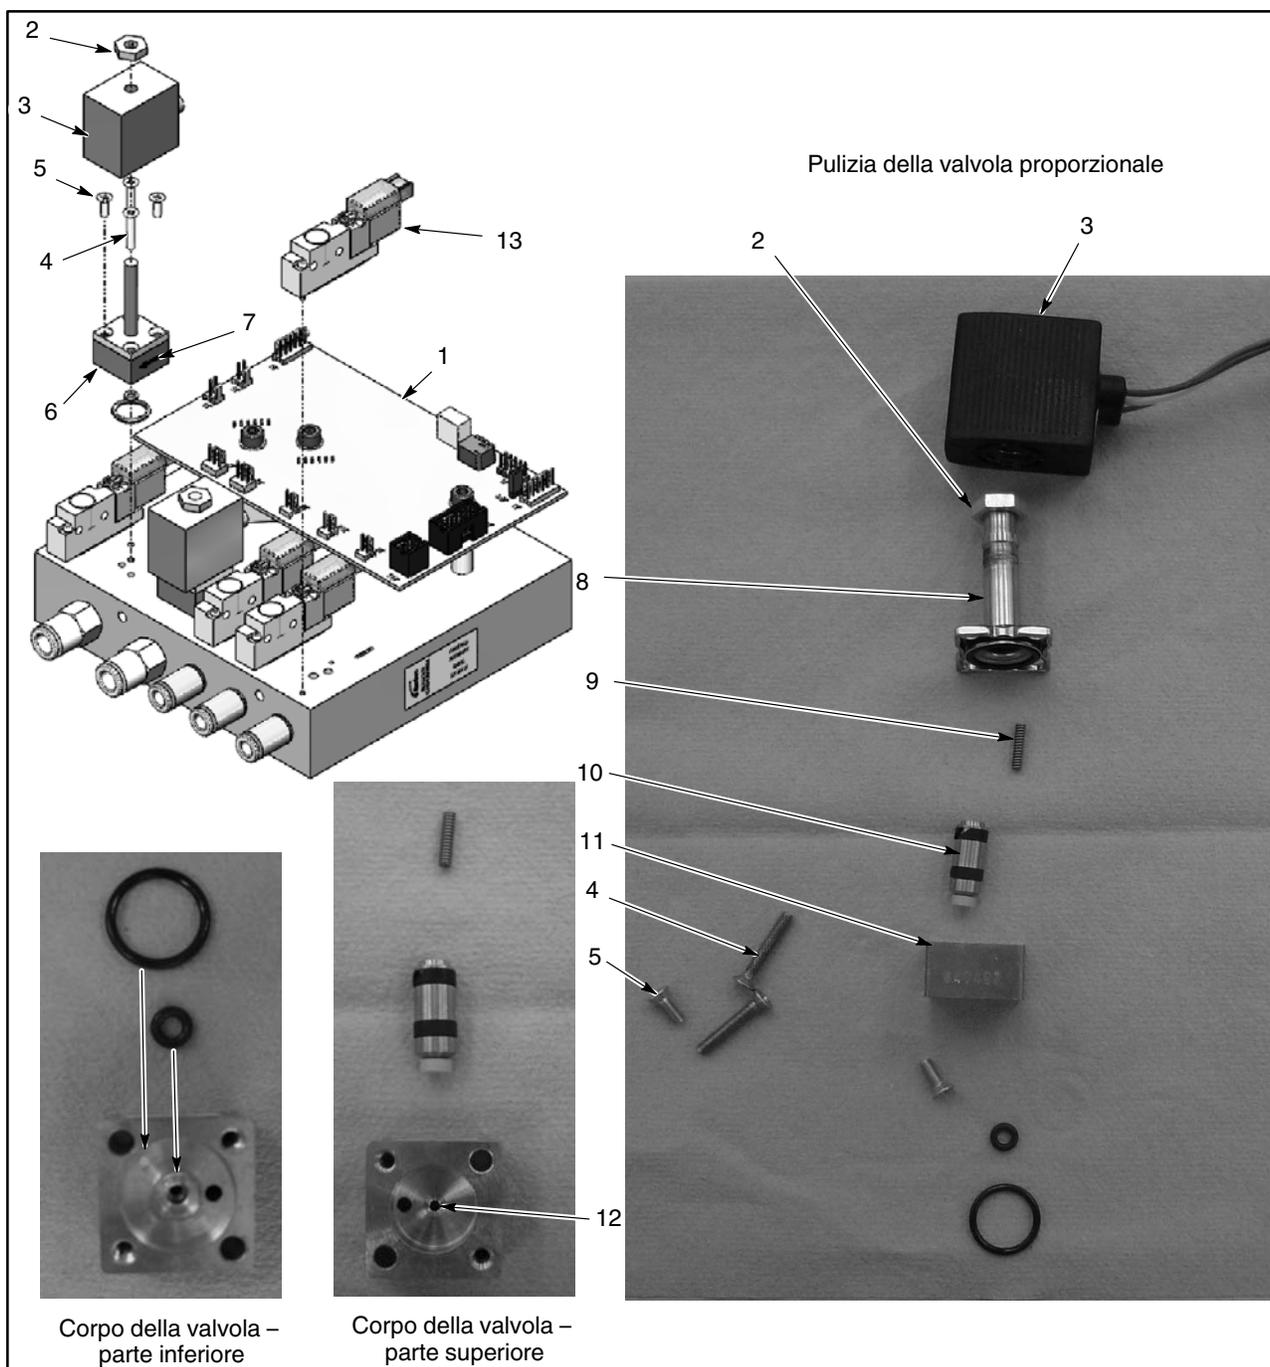

Figura 6-3 Riparazione del modulo iFlow – Sostituzione dell'elettrovalvola e pulizia o sostituzione della valvola proporzionale
Vedi figura 6-3. Per rimuovere le elettrovalvole (13), estrarre le due viti nel corpo della valvola e sollevare la valvola dal collettore.
Vedi figura 6-3. Una fornitura di aria sporca può causare il malfunzionamento della valvola proporzionale (6). Osservare le seguenti istruzioni per smontare e pulire la valvola.
1. Staccare i cavi della bobina (3) dalla scheda a circuiti (1). Rimuovere il dado (2) e la bobina dalla valvola proporzionale (6).
2. Rimuovere le due viti lunghe (4) e le due viti corte (5) per togliere la valvola proporzionale dal collettore.
3. Rimuovere lo stelo della valvola (8) dal corpo valvola (11).
4. Rimuovere la cartuccia della valvola (10) e la molla (9) dallo stelo.
Vedi figura 6-3. Se la pulizia della valvola proporzionale non serve a correggere il problema di portata, sostituire la valvola. Prima di installare una nuova valvola, rimuovere la copertura protettiva dalla parte inferiore del corpo della valvola. Attenzione a non allentare gli o-ring sotto la copertura.